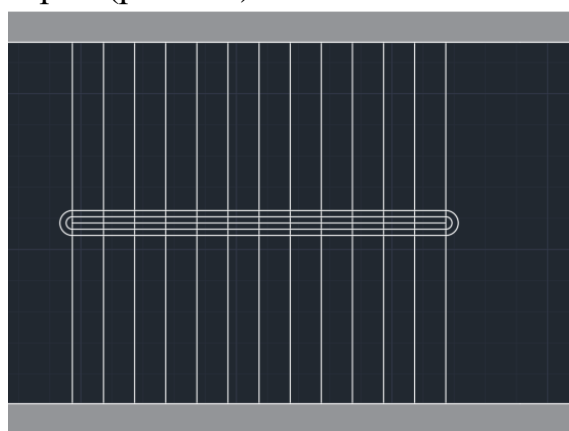

Рисунок 3.3 – Сходи та пирила
5. Креслення сходів та пирила (рис. 3.3)